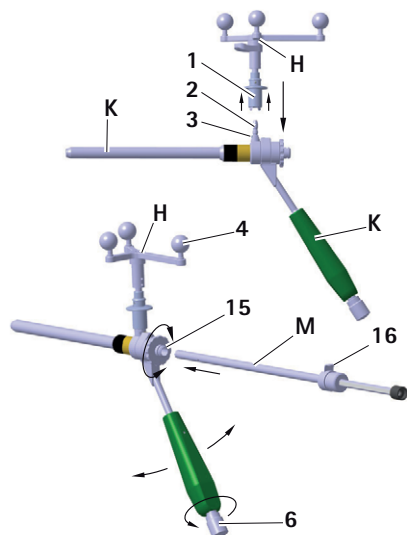

Fig. 13 Montering av Aesculap-stjärnenheten på S⁴C-styrhylsan; insättning av S⁴C-borrmallen
- För att säkerställa en obegränsad sikt för kameran på de reflekterande markeringskulorna: vrid knoppen **6** på S⁴C-handtaget till S⁴C-styrhylsan **K** och vrid Aesculap-stjärnenheten **H** till önskad position, se Fig. 13.
- Trä den inre borrhylsan **M** på den inre hylsan **15**. Den inre styrhylsan hakar fast i den inre hylsan och förblir vridbar, se Fig. 13.